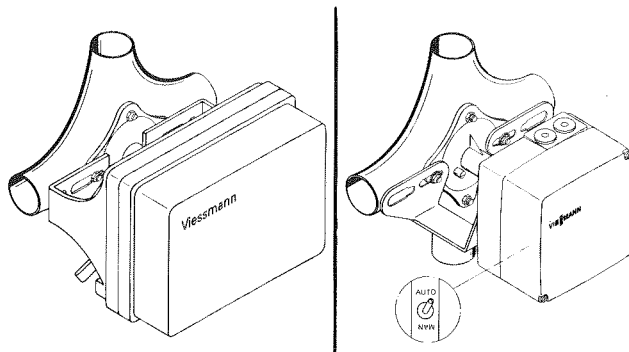

Abb. 4.10
- Mischer-Motor auf die beiden Gewindebolzen schieben (Abb. 4.10) und mitgelieferte Unterlegscheiben aufstecken.